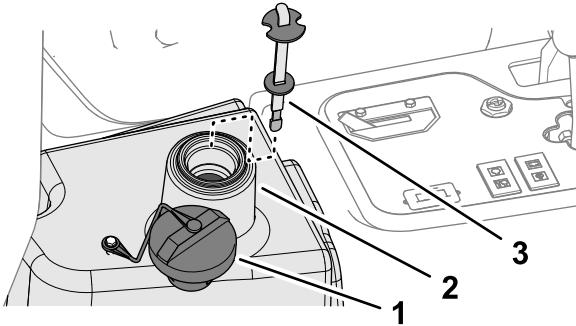

Figura 93
2. Limpie la zona alrededor del cuello de llenado y el tapón del depósito de fluido hidráulico (Figura 93) y retire el tapón.